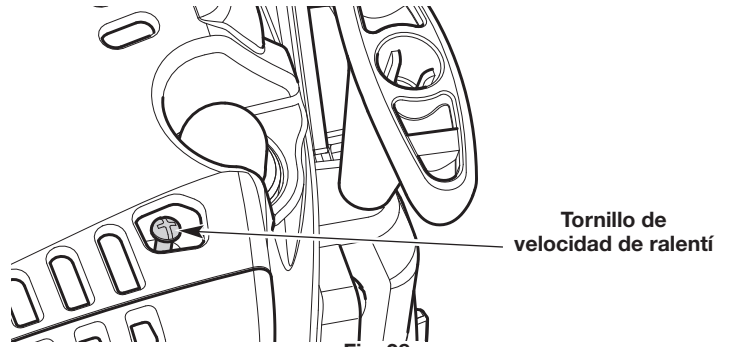

Fig. 38
- Si el motor se para, aumente la velocidad de ralentí. Use un destornillador Phillips pequeño para girar el tornillo de velocidad de ralentí en el sentido de las agujas del reloj, 1/8 de giro cada vez hasta que el motor funcione al ralentí de manera uniforme (Fig. 38).
- Si el cabezal de corte gira cuando el motor funciona al ralentí, reduzca la velocidad de ralentí. Gire el tornillo de velocidad de ralentí en el sentido contrario de las agujas del reloj, 1/8 de giro cada vez, hasta que se detenga el cabezal de corte (Fig. 38).